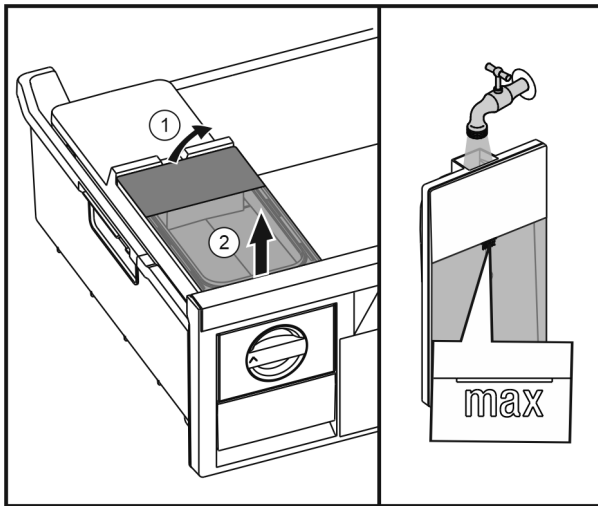

Fig. 45
- ▶ Soulever le réservoir d'eau depuis l'arrière Fig. 45 (1) et l'enlever vers le haut Fig. 45 (2).